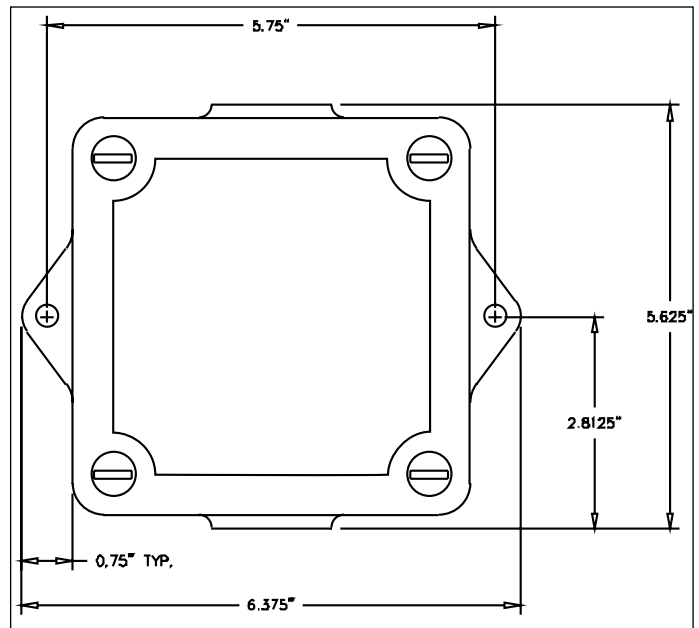

Figure 1
2. Installer la base du thermostat sur la surface souhaitée. Voir le Figure 1 pour les dimensions.
5. Les raccords doivent se faire aux bornes de l'interrupteur sur le couvercle, Schéma 2. Le couvercle peut alors être fixé à la base et sécurisé à l'aide des quatre (4) vis. Inspecter les surfaces de contact du couvercle et du boîtier avant l'assemblage. Ne pas brancher si les surfaces ne correspondent pas ou en cas d'écart entre le couvercle et le boîtier. Installer les quatre (4) vis du couvercle du boîtier et serrer entre 40 et 50 livres par pouce.